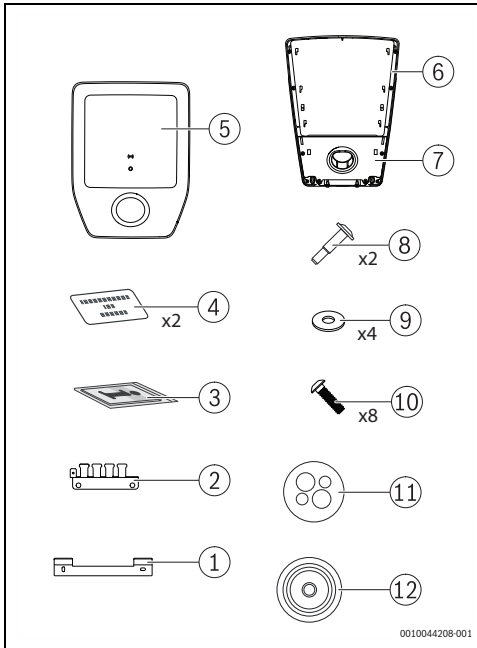

Fig. 97 Volume di fornitura
- ▶ Rimuovere la copertura [5] e il tappo con il supporto da parcheggio [7] dalla Logavolt (→ Fig. 97, pagina 99).